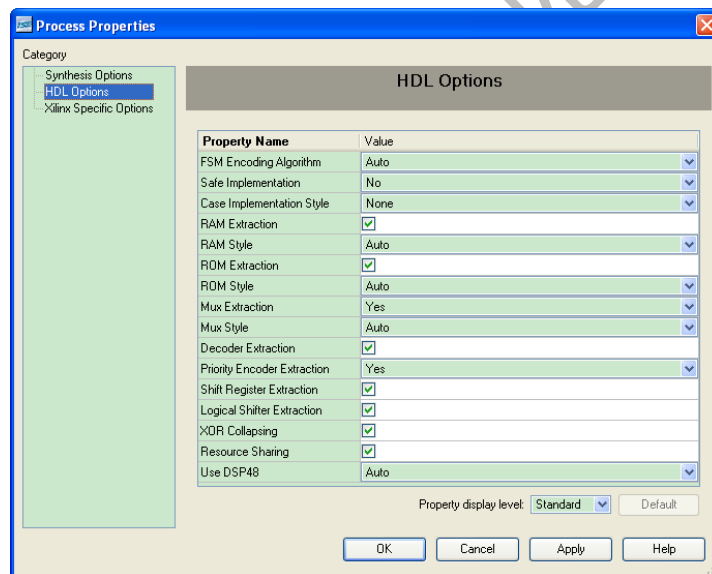

图 2.23 设置 XST 综合工具的 HDL 属性
(5)设计者还可以对“HDL Options”进行设置,选择“Category”中的“HDL Options”,出现如图 2.23 所示的界面。